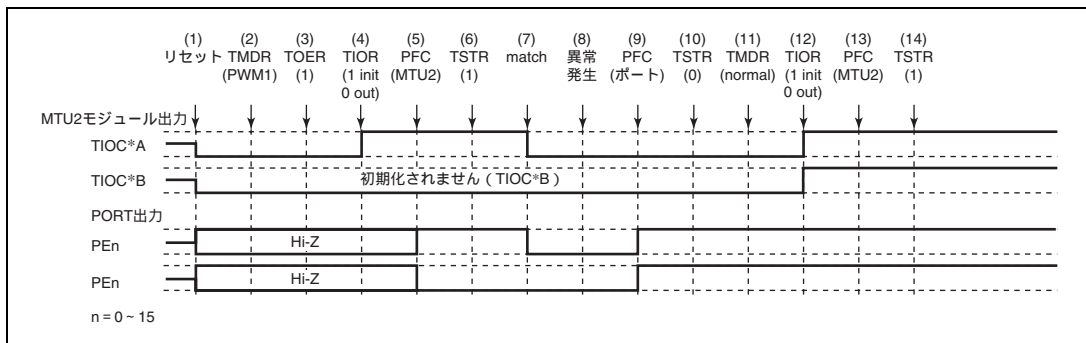

図 12.121 PWM モード 1 で異常が発生し、ノーマルモードで復帰する場合
PWM モード 1 で異常が発生し、再設定後ノーマルモードで再スタートする場合の説明図を図 12.121 に示します。
(1) ~ (10) は図 12.121 と共通です。
(11) PWM モード 1 で再スタートする場合には必要ありません。
(12) TIOR で端子を初期化してください (PWM モード 1 では TIOC*B 側は初期化されません)。
(13) PFC で MTU2 出力としてください。
(14) TSTR で再スタートします。
(11) PWM モード 2 を設定します。
(12) TIOR で端子を初期化してください (PWM モード 2 では周期レジスタの端子は初期化されません)。
(11) 位相計数モードを設定します。
(12) TIOR で端子を初期化してください。
(11) 波形生成部の初期化のためノーマルモードを設定してください。
(12) TIOER で PWM モード 1 の波形生成部を初期化してください。
(13) TIOER で PWM モード 1 の波形生成部の動作を禁止してください。
(14) TOER でチャンネル 3、4 の出力を禁止してください。
(15) TOCR で相補 PWM の出力レベルと周期出力の許可禁止を選択してください。
(16) 相補 PWM を設定します。
(17) TOER でチャンネル 3、4 の出力を許可してください。
(18) PFC で MTU2 出力としてください。
(19) TSTR で再スタートします。